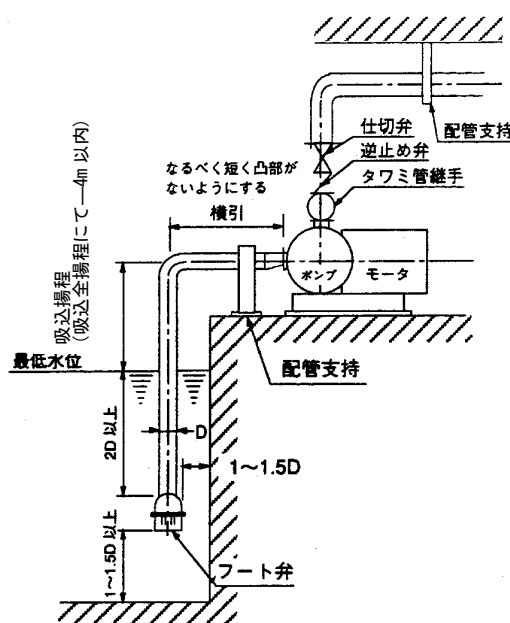

図2 据付図(例)
- (2) ポンプに吸込配管、吐出し管の重量がかかると芯狂いの原因となりますので、図2のように十分な配管支持をしてください。
- (3) 配管が長い場合、実揚程が高い場合、自動運転の場合、圧力タンクへの送水の場合、および2台以上のポンプを並列運転する場合には必ず逆止め弁を取付けてください。逆止め弁は、ポンプ本体と吐出し弁の間に取付けてください。
- (4) 装置上どうしても空気だまりが避けられない箇所には、空気抜き弁を取付けてください。ただし、吸込配管などで負圧になる所には取付ないでください。逆に空気を吸込みます。
- (5) 水撃(ウォーターハンマ)がおこる危険性のある場合は、急閉逆止め弁を設けるなどの対策を施してください。
- (6) 吸上げの場合
- (a) 吸込配管の末端は図2のように管径(D)の2倍以上深く、底より1~1.5D以上離してください。